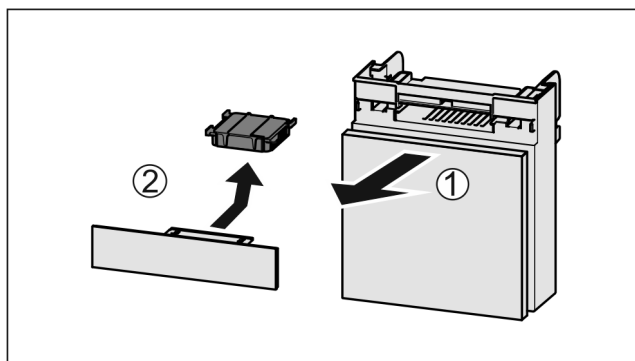

Fig. 66
- ▶ Wyciągnąć Fig. 66 (1) komorę do przodu.
- ▶ Wyjąć Fig. 66 (2) filtr z węglem aktywowanym.